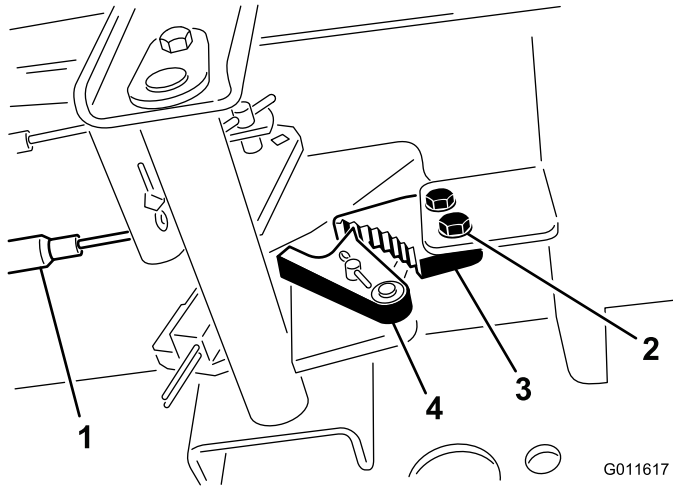

Figure 36
1. Desserrez les 2 vis qui fixent le cliquet du frein de stationnement au cadre (Figure 36).
2. Appuyez sur l'avant de la pédale du frein de stationnement jusqu'à ce que le verrou s'engage complètement sur le cliquet du frein (Figure 36).